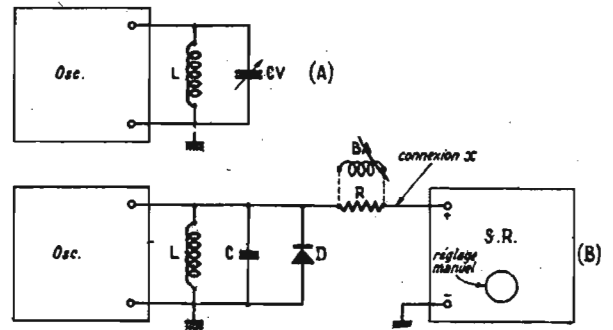

Fig. 4
Dans les montages des récepteurs à modulation de fréquence ou à modulation d'amplitude, il y a un oscillateur qui peut être commandé à distance et même corrigé automatiquement si son accord n'a pas été effectué avec précision mais approximativement. Considérons un montage oscillateur quelconque à transistor dont le bobinage d'accord (voir Fig. 4 (A)) est L et le condensateur variable d'accord est CV.